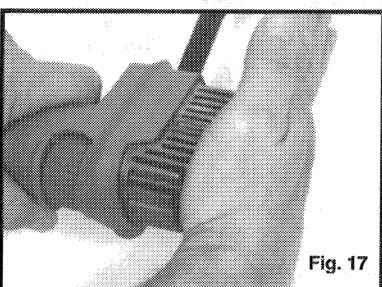

Fig. 17
- Aligner le détendeur avec la poignée de l'outil et l'encliquer en place (voir fig. 17).